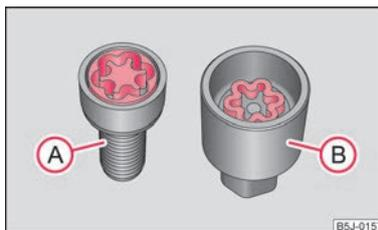

Fig. 108 Raffigurazione di principio: Bulloni ruota antifurto con adattatore.
- Introdurre il lato dentato dell'adattatore (B) nella dentatura interna della testa del bullone antifurto (A) → fig. 108.
- Innestare fino a battuta la chiave per ruote sull'adattatore (B).